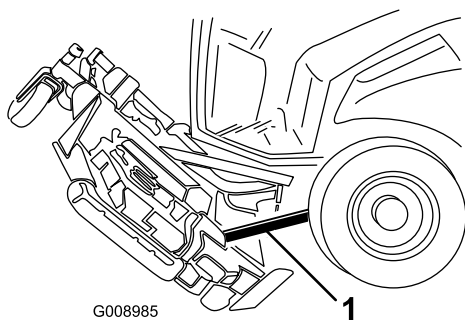

Figura 135
6. Coloque um bloco de madeira entre a traseira da plataforma e a máquina (**Figura 135**).